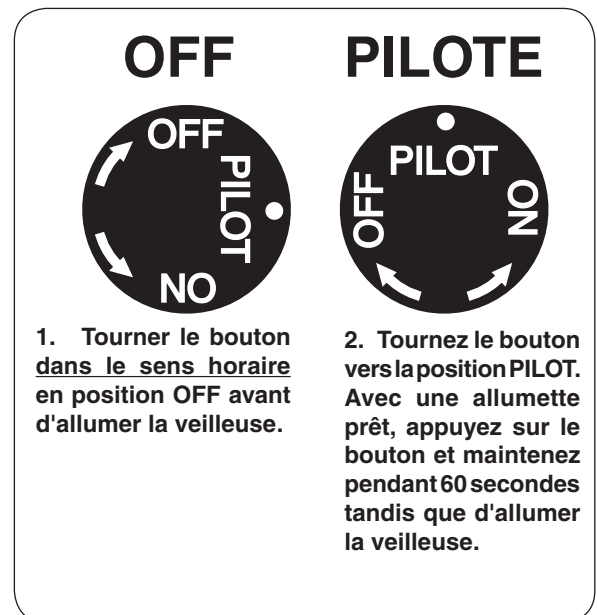

Fig. 28-1 Détail bouton de commande (OFF, PILOTE)
1. Localiser la vanne sur le côté gauche de l'appareil. Appuyer sur le bouton de contrôle du gaz et tourner dans le sens horaire en position **OFF** (Fig. 28-1).
2. Tournez le bouton de réglage dans le sens antihoraire pour **PILOTE** (Fig. 28-1). Appuyez sur le bouton de commande **fermement et pleinement** enfoncée. Mantenga partido largo chimenea o un encendedor cerca del termopar a encender el piloto. Continúe a tenir le bouton de commande pendant environ 60 secondes après que le pilote est allumé, puis relâchez le bouton. Le pilote reste allumé.